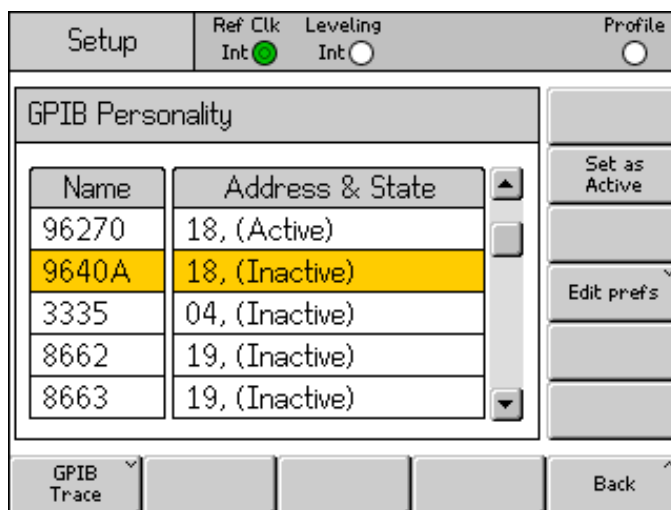

图 3-21.GPIB 首选项（选择 9640A 时）
3. 按下“设为激活”功能键以更改当前 GPIB 特性。参见图 3-21。